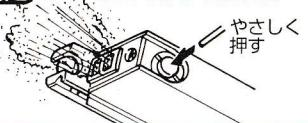

図 14
②約3~4秒後注入音が変わり、注入バルブ周りから液状ガス(いわゆる生ガス)が吹き出したら注入完了です。ポンベをすぐに離してください。ガス注入後は上部の放出バルブに絶対に触れないでください。⇒図14参照
②ガス抜き →図14参照